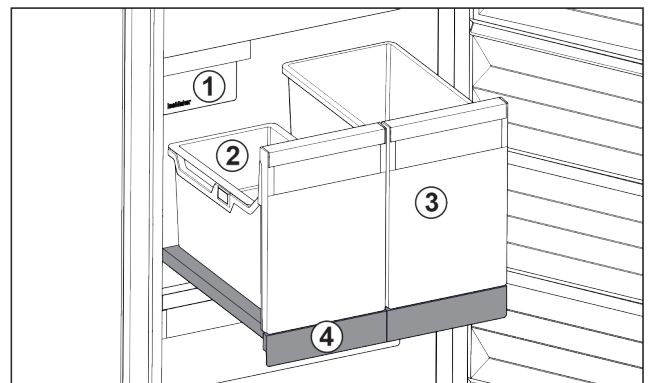

Fig. 32 Estante extraíble con IceTower
(2) Bandeja suspendida para cubitos de hielo
(4) Estante extraíble
En el estante extraíble hay dos recipientes altos (IceTower). En el recipiente Fig. 32 (2) se recogen y almacenan los cubitos de hielo del IceMaker. El recipiente Fig. 32 (3) es adecuado para conservar productos altos, como pizzas o bebidas alcohólicas.